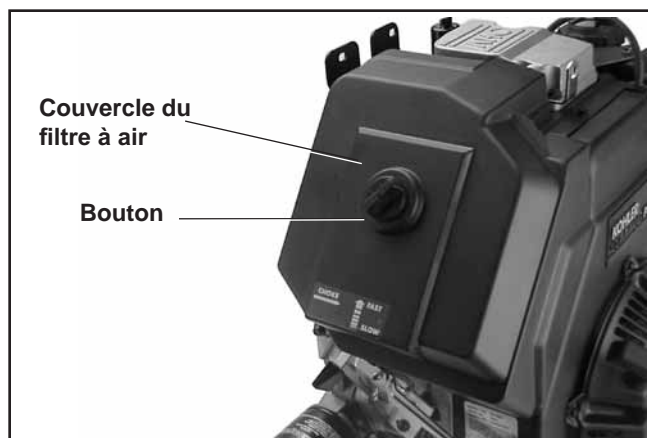

Figure 11-60. Installation du couvercle du filtre à air.
- Installer couvercle et le bouton du filtre à air. Voir la figure 11-60.